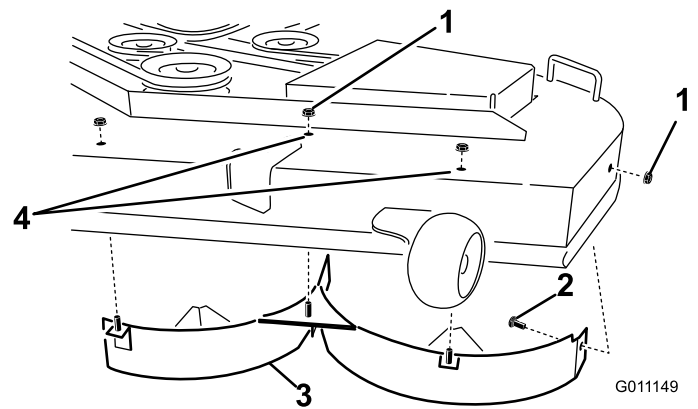

Bild 31
6. Entfernen Sie die drei Sicherungsmuttern (5/16 Zoll) die an den geschweißten Pfosten des linken Ablenkblechs oben am Mähwerk in der Mitte, links von der Mitte und links befestigt sind (Bild 31). Entfernen Sie die Schlossschraube und Sicherungsmutter an der Seitenwand des Mähwerks, mit denen das linke Ablenkblech am Mähwerk befestigt ist.
7. Entfernen Sie das linke Ablenkblech vom Mähwerk, wie in Bild 31 dargestellt.
8. Sie finden die zwei Schrauben und Sicherungsmuttern in den losen Teilen. Setzen Sie die Befestigungen in die Löcher oben am Mähwerk ein, wie in Bild 31 dargestellt, um das Herausschleudern von Grünabfällen zu vermeiden. Setzen Sie die Schraube durch die Unterseite des Mähwerks ein und befestigen sie mit einer Sicherungsmutter von oben.